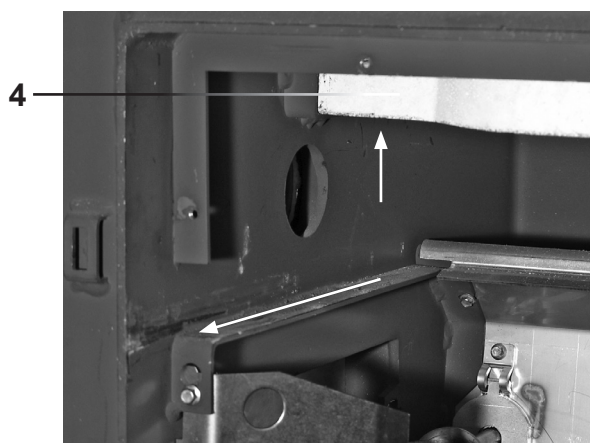

Fig. 03
4. Sollevare il separatore di polveri (4, Fig. 03) verticalmente, farlo passare all'indietro sopra l'angolo di supporto e verso l'esterno sopra la guida dell'anello di post-combustione.